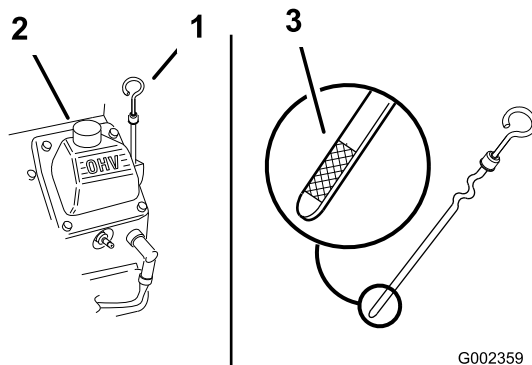

图 20
3. 清洁量油尺周围的区域图 20防止灰尘落入注油孔并损坏发动机。
4. 拧下量油尺并将端部擦拭干净图 20。
5. 将量油尺完全滑入加油管但切勿旋回管子图 20。
6. 慢慢向加油管图 20 注入规定油量的大约 80%。